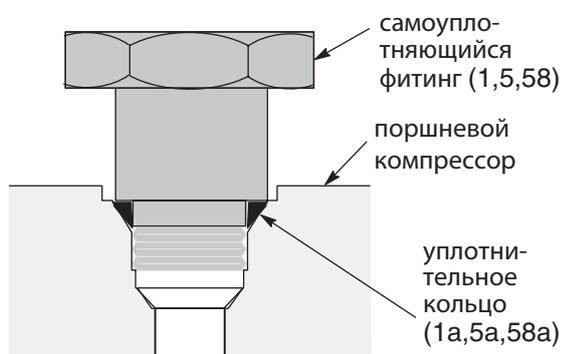

Рис. 4
**ПРИМЕЧАНИЕ:** Если поршневой насос 224914 приобретается отдельно, он поставляется с отсоединенными прайминг-поршнем (112) и цилиндром (111). Перед сборкой прайминг-поршня и цилиндра подключите поршневой насос к гидравлическому поршневому компрессору. Затяните прайминг-поршень с усилием 35 фут-фунтов (47 Нм).
4. Медленно ослабьте фитинги гидравлического источника подачи (58) и обратной линии (5), чтобы сбросить остаточное давление, а затем отсоедините шланги. Установите заглушки на трубные фитинги и на концы шлангов. Проверьте уплотнительные кольца (5а, 58а) на фитингах и, в случае их износа или повреждения, произведите замену. См. Рис. 4 и Чертеж деталей.
5. Установив ленточный ключ на поршневой цилиндр (108), выкрутите его из переходника насоса (43) и снимите с насоса.
6. Потяните соединительную тягу (35) вниз до упора.
7. Снимите шплинт (204) с нижней части штока поршневого насоса (34) и откручивайте соединительную тягу до тех пор, пока она не отсоединится.
**ПРИМЕЧАНИЕ:** В случае насоса длиной 35 футов необходимо полностью снять прайминг-цилиндр (111) и прайминг-поршень (112), что позволит опустить поршневой цилиндр (108) настолько, чтобы вынуть шплинт (204).
8. Открутите поршневую муфту (103), чтобы удалить насос.
3. Ослабьте обе гайки, расположенные на трубке (45). С помощью гаечного ключа поверните трубные фитинги (1, 58) в сторону и извлеките трубку (45). Проверьте уплотнительные кольца (1а, 58а) на фитингах и, в случае их износа или повреждения, произведите замену. Во избежание попадания грязи вставьте в фитинги заглушки. (Рис. 4)